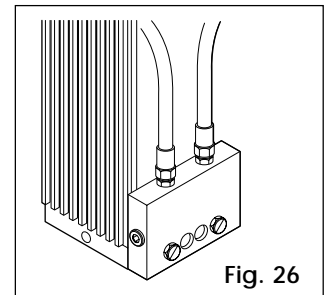

Fig. 26
**ANTI-VANDALISM VALVE (Fig. 26)**